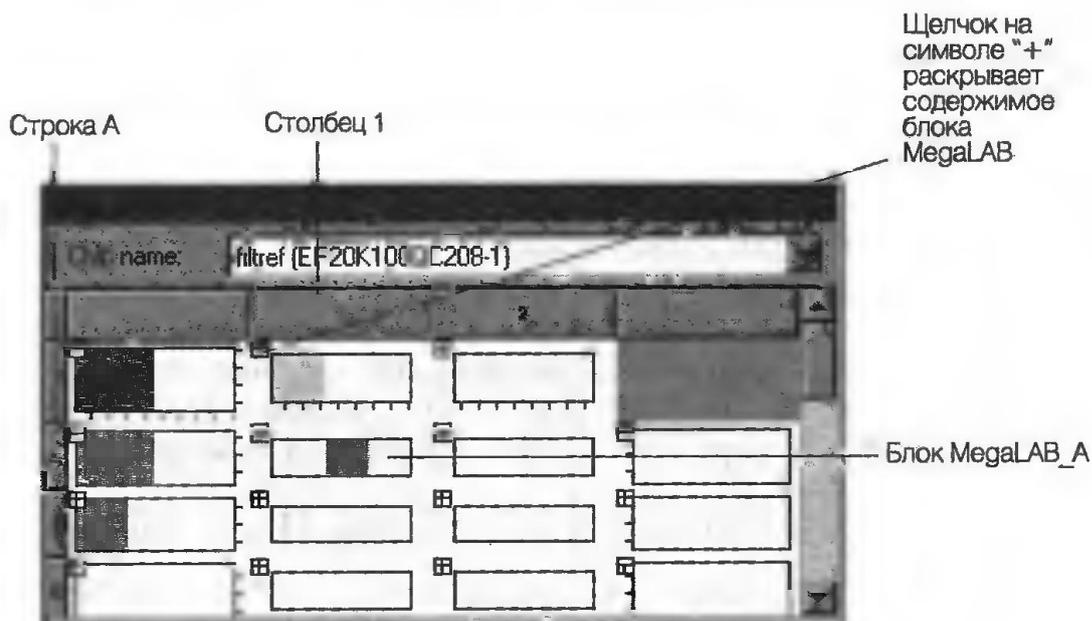

Рис. 3.45
1. В меню **View** выберите **MegaLAB Interior** (режим отображения блоков MegaLAB). Блоки MegaLAB в редакторе топологии отображаются в виде прямоугольников. Неиспользованные ресурсы блоков MegaLAB по умолчанию показываются белым цветом. Используемые ресурсы — цветами, обозначающими использованные для разводки внутренние соединения (рис. 3.45).